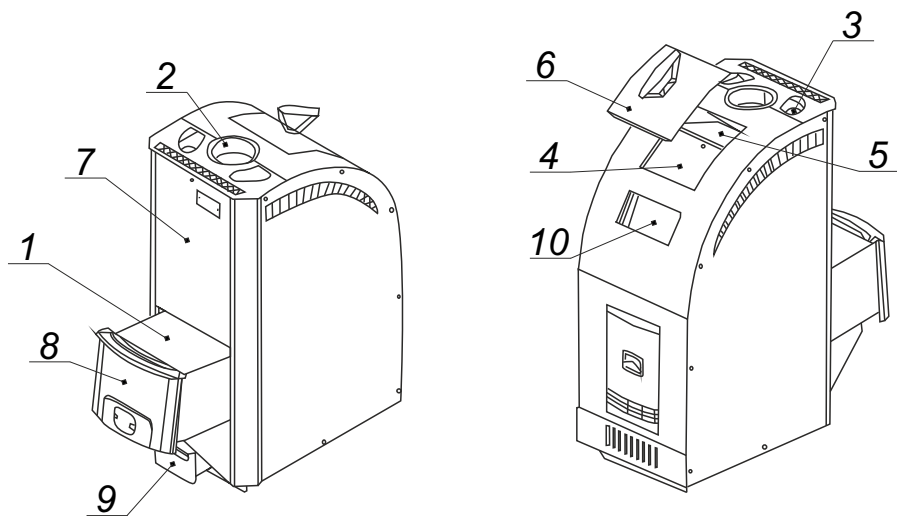

Рис.1 Конструкция печи-каменки «Лагуна»
Дверца топливного канала (8) рис.1 выполняется в двух взаимозаменяемых вариантах. Зеркальная дверца оригинального дизайна со свойством самоохлаждения наружной панели легко заменяется на дверцу со светопрозрачным экраном из жаростойкого стекла SCHOTT ROBAX®, который позволяет визуально контролировать горение. Так как топливный канал выполнен под наклоном то дверца всегда будет плотно закрыта тем самым исключая дымление печи.
Панорамная дверца печи (8) рис. 1а и лицевой профиль (11) рис. 1а поставляются отдельно.
Рис.1а Конструкция печи-каменки «Лагуна Панорама»
Рис.1б Конструкция печи-каменки «Лагуна ТУ»